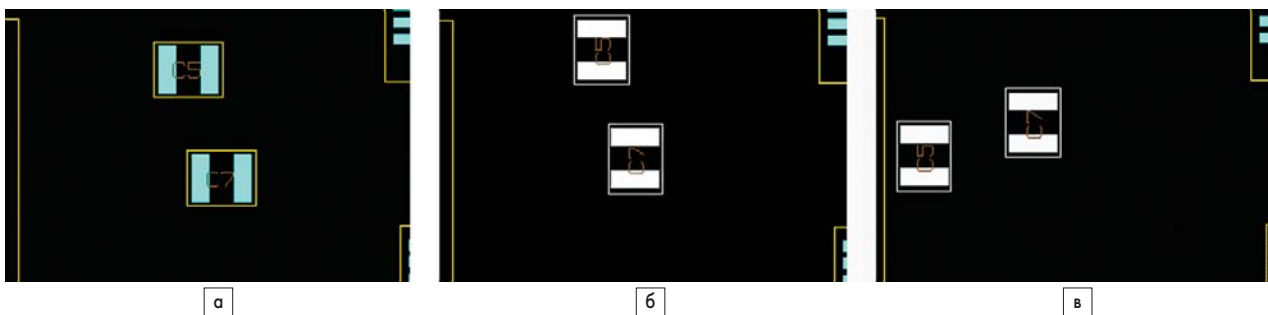

Рис. 21. Способы группового поворота компонентов
16. Удерживая нажатой клавишу CTRL, с помощью мыши последовательно выберем два близко расположенных компонента, например C5 и C7, как показано на рис. 21а.
17. Выполним команду меню Placement/Rotate или нажмем кнопку  на панели инструментов. Выделенные компоненты повернулись каждый вокруг своей точки привязки (рис. 21б). Однако на практике бывает полезно предварительно разместить несколько компонентов, а затем перемещать и поворачивать их одной группой, не нарушая взаимного расположения.
хранив взаимное расположение (рис. 21в). Аналогичным образом сгруппированные компоненты будут перемещаться по плате и переноситься на другую ее сторону. Кроме того, все сгруппированные компоненты теперь будут выделяться одновременно, а для индивидуальных действий с компонентами группы придется разбить.